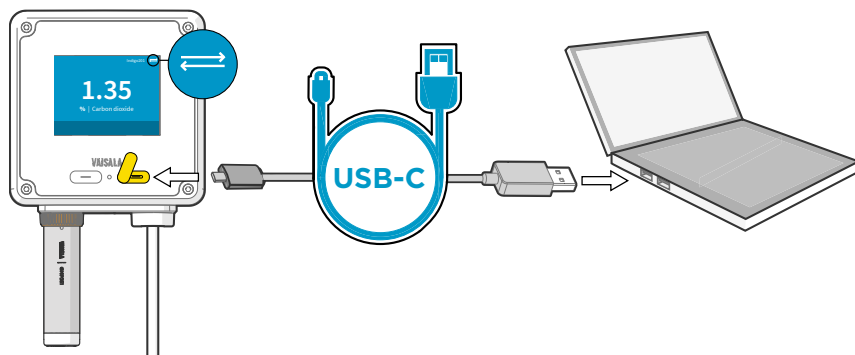

Figura 13 Conexión del transmisor Indigo200 al software para PC Insight con cable USB-C
5. En los modelos de transmisor con pantalla, el icono de conexión USB (consulte Figura 13 \(página 33\)) aparece en la esquina superior derecha de la pantalla del transmisor cuando la conexión del cable USB está activa.